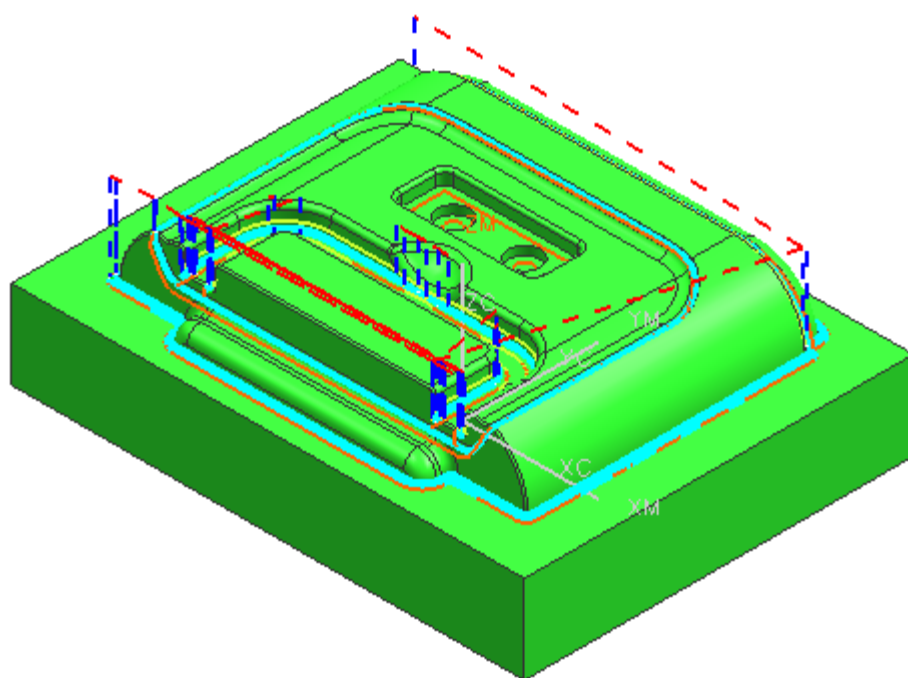

图 9-109
- 单击 ，生成如图 9-109 所示的清根刀轨，单击 O K。